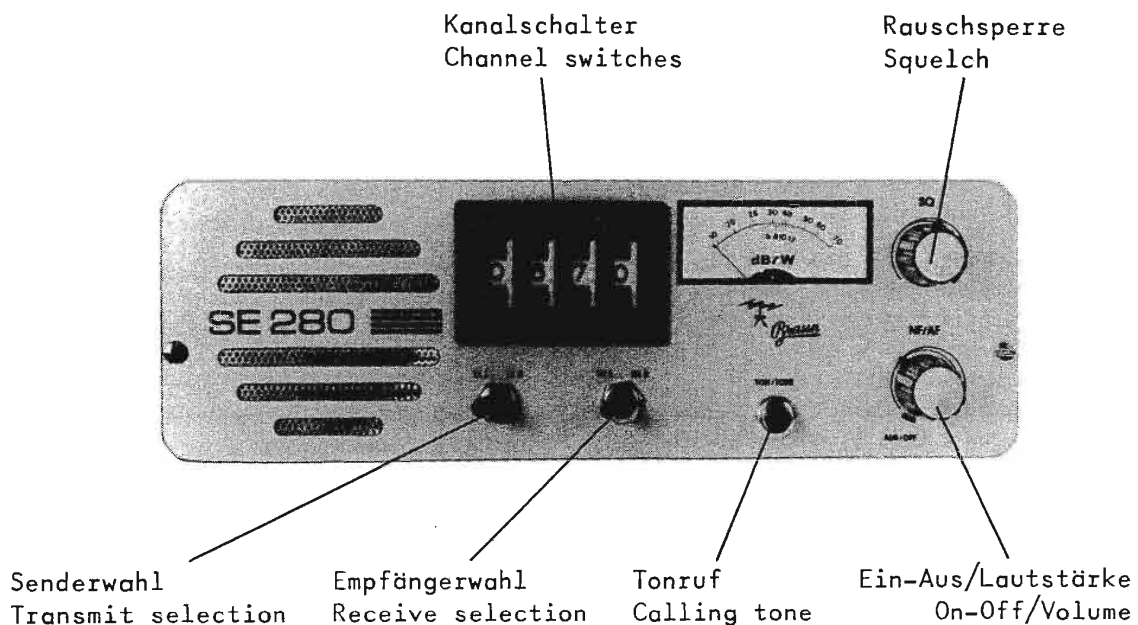

Bild 4 - Figure 4
Der SE 280 wird mit dem Drehschalter "AUS/OFF" (Bild 4) aus- und eingeschaltet.
Der Regler "NF/AF" (Bild 4) dient zur Empfänger-Lautstärkeregelung.
The on/off switch of the SE 280 is combined with the volume control (see Fig. 4).
The volume control allows the AF output level of the transceiver to be controlled. It is combined with the on/off switch (see Fig. 4).
Mit dem Regler "SQ" (Rauschsperrre/Squelch, Bild 4) wird die Ansprechschwelle der Rauschsperrre eingestellt; d.h. solange kein Träger auf dem mit dem Kanalschalter eingestellten Kanal ist, ist das Empfänger NF-Teil gesperrt.
Die beiden Kippschalter "Empfängerwahl" und "Senderwahl" (Bild 4) bestimmen, welche Seite des Kanalschalters für Empfang bzw. für Senden benutzt wird. Bei den auf dem Bild eingestellten Kanälen 06/70 sind folgende Betriebszustände möglich:
1. Beide Kippschalter nach links (wie auf Bild 4): Empfänger und Sender auf Kanal 06.
Mit dem Kanalschalter (Bild 4) sind im 2-m-Band (144-146 MHz) 80 Kanäle mit jeweils 25 kHz Abstand einstellbar. Kanal 00 entspricht 144,000 MHz, Kanal 80 entspricht 146,000 MHz.
The squelch threshold is adjusted with the aid of the "SQ" control shown in Figure 4. This will allow the receiver to be muted when no signal is present on the channel. It is possible for a threshold of down to 10 dB to be selected, but this is not to be recommended since any increase of the noise level due to power lines etc. would cause the receiver to open. We recommend 30 - 40 dB so that the receiver only opens with strong signals. Of course, the squelch can be made inactive by rotating the squelch control fully anticlockwise.
The two switches "Transmit selection" and "Receive selection" determine which side of the channel selector switch is used for the transmitter and receiver. Figure 4 shows the transceiver set up to operate on channels 06/70. This allows the following possibilities:
1. Both switches to the left (as in Fig. 4): transmit and receive on channel 06.
During repeater operation, the transmit channel is usually selected on the two lefthand switches of the channel selector (channel 06 in Fig. 4) and the receive channel with the two righthand switches (channel 70 in Fig. 4).